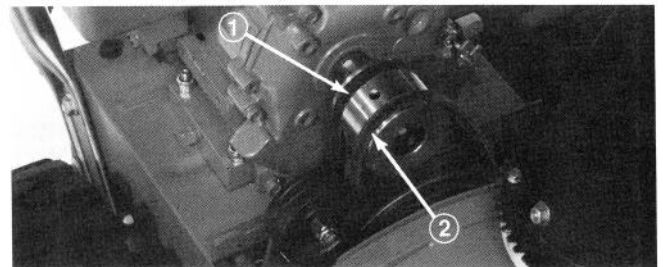
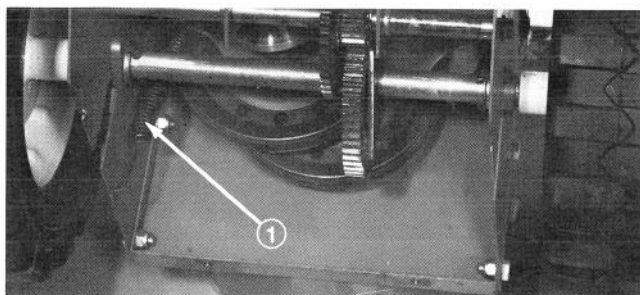

Figure 23
Figure 24
Quand la courroie de commande de traction (Fig. 23) est usée, étirée, saturée d'huile ou défectueuse de quelque manière, il faut la remplacer.
4. Basculez la déneigeuse pour qu'elle appuie sur le logement de tarière et bloquez-la afin qu'elle ne puisse tomber accidentellement. Enlevez la plaque de protection arrière et dégrafez le ressort de la plaque latérale (Fig. 24). Remettez la déneigeuse
en position normale et enlevez la courroie de commande de traction de la poulie du moteur et de la grande poulie de traction (Fig. 23).
5. Passez la courroie neuve autour de la grande poulie de commande de traction (Fig. 23). Passez ensuite la courroie sur la poulie du moteur en vous assurant que la courroie soit à l'intérieur de la poulie de renvoi de traction et du guide de courroie en fil métallique (Fig. 23). Basculez la déneigeuse sur le logement de tarière, bloquez-la et agrafez le ressort à la plaque latérale (Fig. 24). Remettez la plaque de protection arrière en place et remettez la machine en position normale.
Quand la courroie de commande de tarière et du rotor (Fig. 23) est usée, étirée, saturée d'huile ou défectueuse de quelque manière, il faut la remplacer.
3. Enlevez la courroie de commande de tarière de la poulie du moteur et de la grande poulie de tarière/rotor (Fig. 23).
4. Passez la courroie neuve autour de la grande poulie de tarière/rotor (Fig. 23). Passez ensuite la courroie sur la poulie du moteur en vous assurant que la courroie soit à l'intérieur de la poulie de
renvoi et du guide de courroie en fil métallique (Fig. 23).